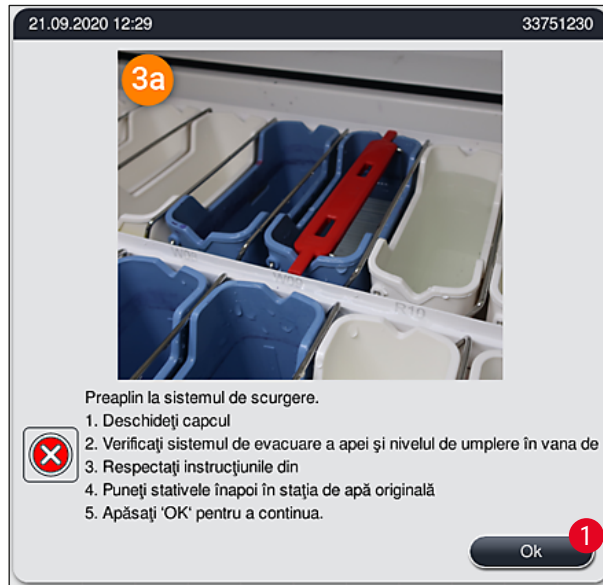
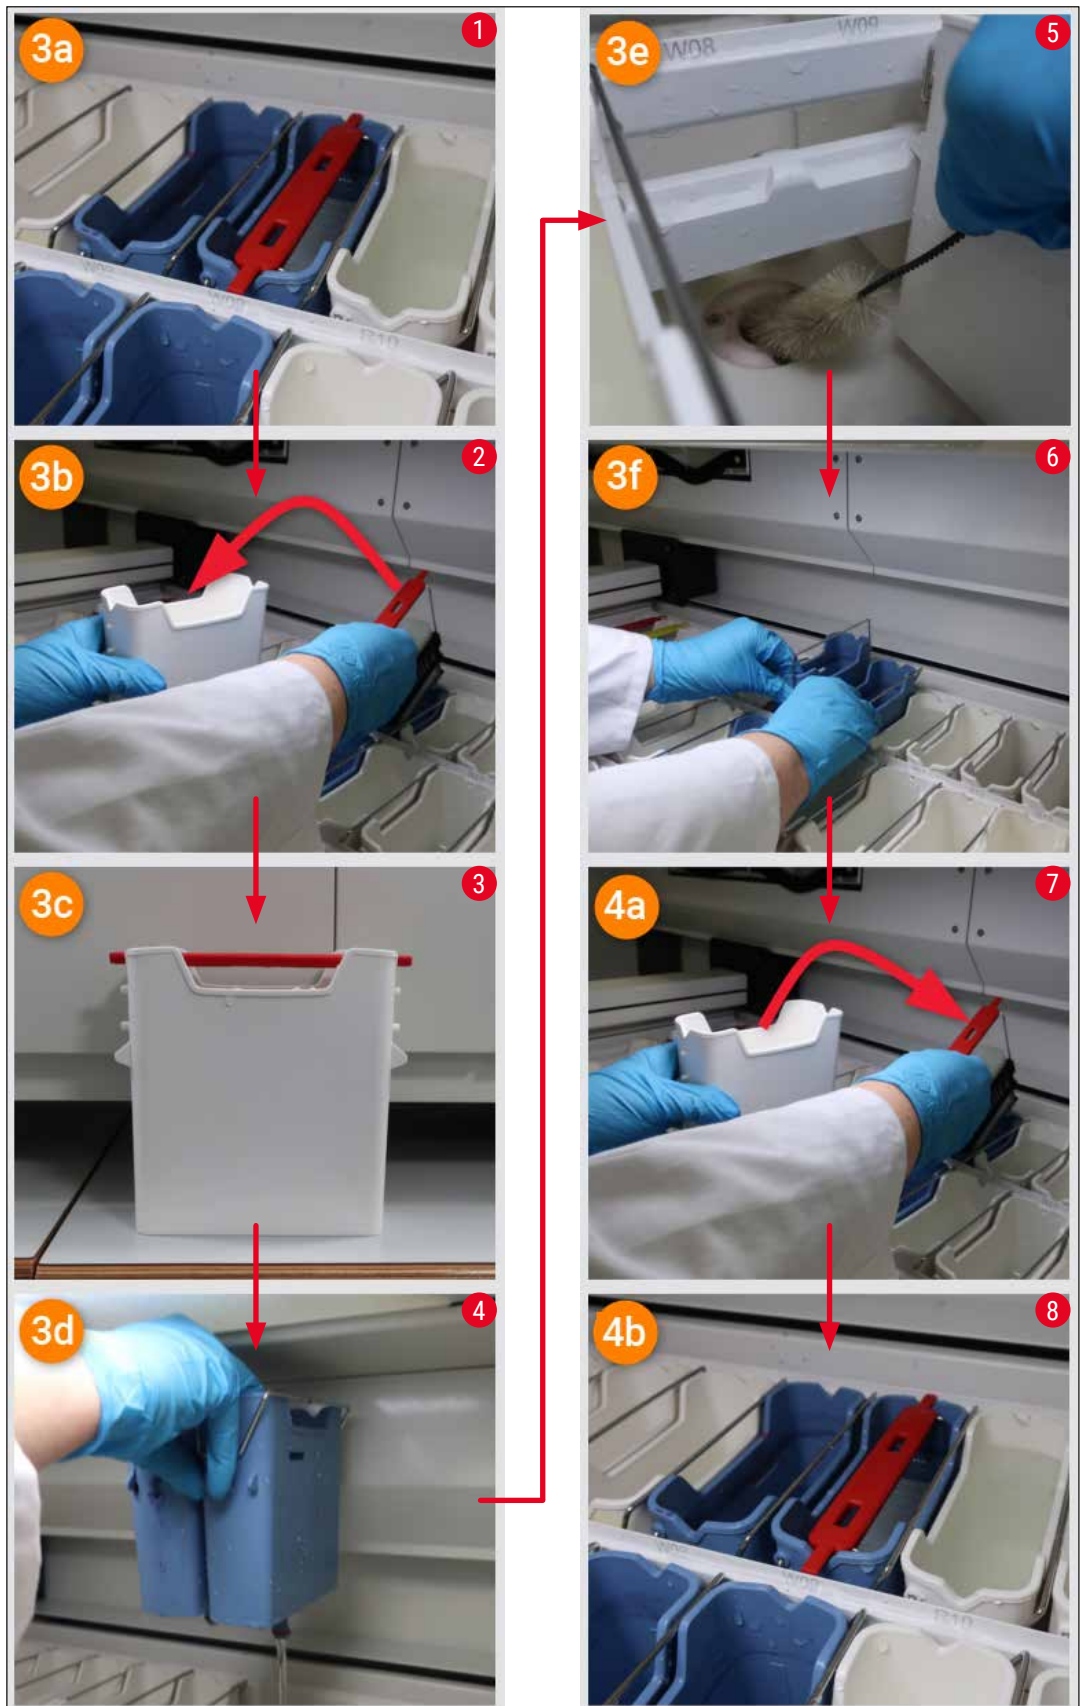

Fig. 122
Fig. 124
Un blocaj al sistemului de golire a apei poate fi cauzat de o crepină de scurgere (→ "Fig. 100-1") sau un furtun de scurgere blocat (→ "Fig. 7-1"). Un astfel de blocaj ar putea duce la creșterea nivelului apei în tava de scurgere. Ca urmare, apa din instrument poate ajunge la un nivel critic. Utilizatorul primește un mesaj de eroare (→ "Fig. 122") pe ecran și se aude o alarmă. Mesajul de eroare ghidează utilizatorul pentru a rezolva blocajul printr-o succesiune de imagini repetitive (→ "Fig. 124").
- Dacă nivelul apei din tava de scurgere scade sub nivelul critic în timpul procesului de remediere, mesajul (→ "Fig. 122") dispare și un alt mesaj de pe ecran informează utilizatorul că procesul de colorare poate fi continuat.